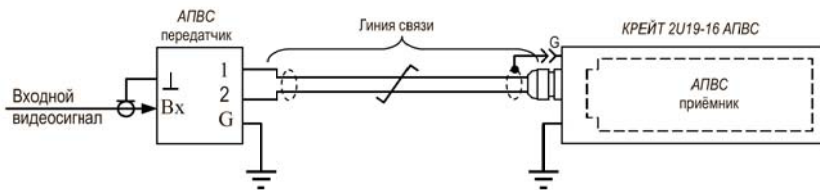

Рис.4 Схема включения АПВС-11К с заземлением передатчика и КРЕЙТ 2U19-16
5. Варианты включения АПВС-11К показаны на рис. 4, 5, 6 и 7.